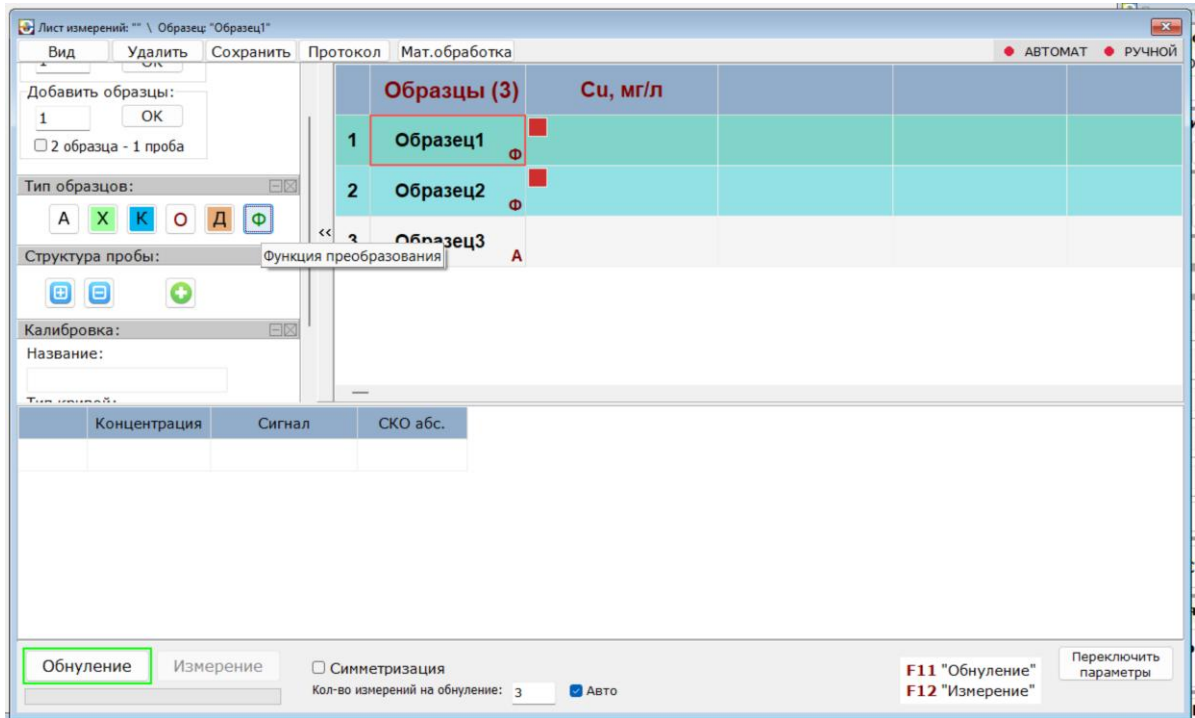

Рис. 33 Выбор образцов функции преобразования
4. Выделить в листе измерений **два** образца, указать в окне настроек таблицы результатов «Тип образцов» кнопкой  образцы для работы с функцией преобразования рис.33.